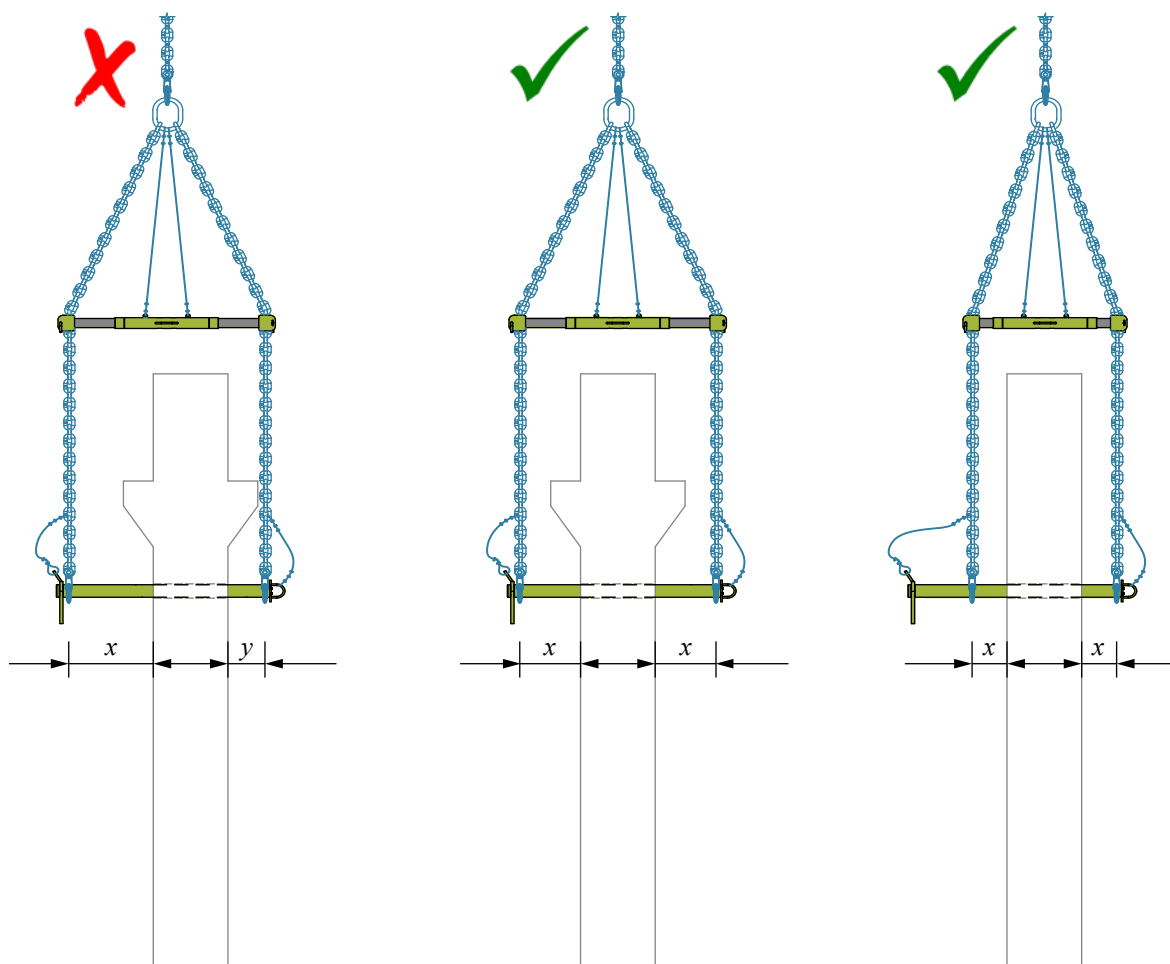

Figura 30. Posizione del carico sul Sistema di Montaggio COLIFT.
- L'elemento prefabbricato deve essere posizionato nel mezzo fra i tiranti dell'imbracatura. Se l'elemento prefabbricato è posizionato eccentricamente, le catene non verranno caricate allo stesso modo. Ciò potrebbe causare un sovraccarico in uno dei tiranti dell'imbracatura e la rottura del sistema di montaggio. (Vedi Figura 30)